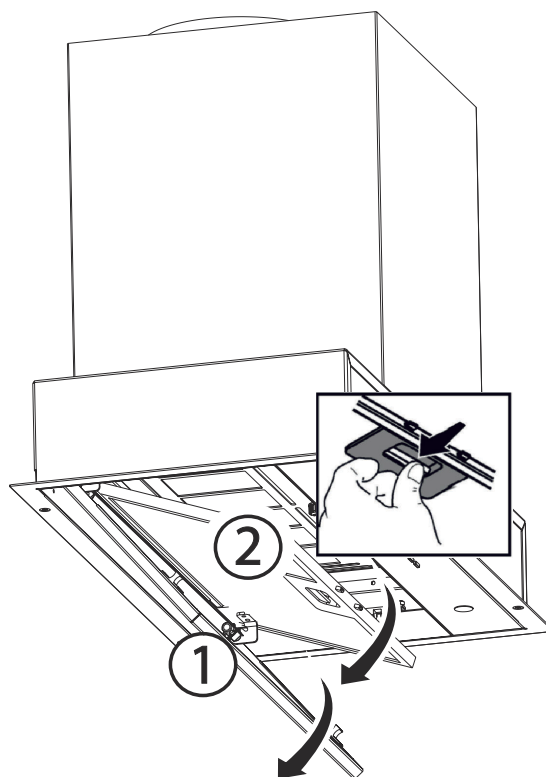

Fig. 6
1. → Kantsugpladen skal vippes ned (Fig. 6/1).